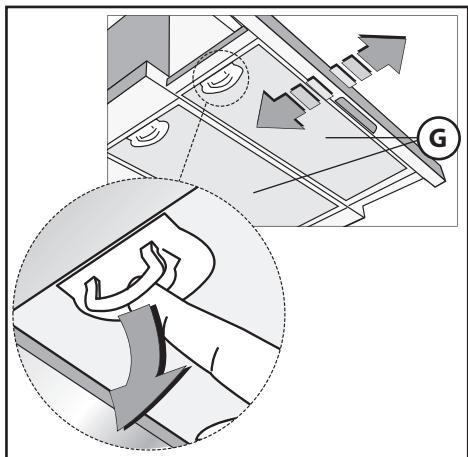
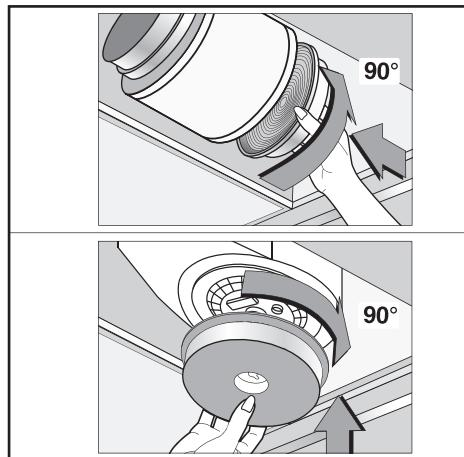

Fig.4
Fig.5
• Det minimala avståndet mellan kokkärlens underlag på kokhållens och spisfläktens nedre del måste vara minst **65 cm**. I det fall ett anslutningsrör används som består av två eller flera delar, måste den övre av delarna träs utanpå den undre delen. Anslut inte kåpans utloppsrör till luftkanaler i vilka varmluft cirkulerar, eller kanaler som används för att evakuera rök från apparater som drivs med annan typ av energi än elektrisk energi. För att förenkla handhavandet av apparaten ska antifettfiltret/-en tas ur innan monteringsmomenten påbörjas (Fig.4).
För att omvandla uppsugningsversionen till en filterversion, skall en återförsäljare kontakta för köp av aktiva kolfilter. Filten skall sättas på uppsugningsheten som sitter inuti kåpan genom att rotera dem 90 grader tills de kopplats i (Fig.5). Avlägsna gallret **G** (Fig.4) innan arbetet utförs. Luften släpps ut i lokalen genom ett anslutningsrör som passerar genom skäpet och som är anslutet till kopplingsringen **H** (Fig.3B).